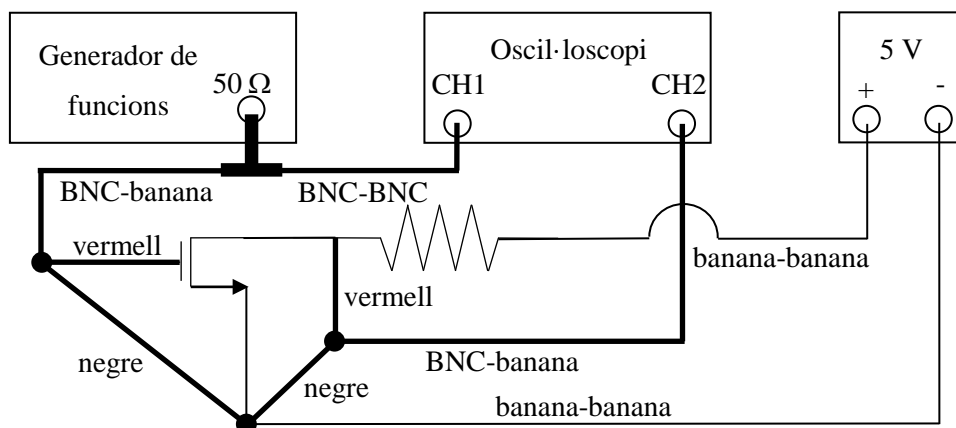

Figura 14
3. Munteu el circuit de la figura 14 en el tauler de connexions utilitzant la resistència de  $1\ \text{k}\Omega$  i el NMOS del circuit integrat. Connecteu la font de tensió contínua que està a  $5\ \text{V}$  a la font del NMOS (born negatiu) i la resistència (born positiu) amb dos cables banana-banana. Connecteu el generador de funcions a la porta i la font, utilitzant un cable BNC-banana, endollant la part BNC a l'altra pota de la T, la banana vermella a la porta i la negra a la font del NMOS. La sortida es visualitzarà al **canal II** de l'oscil·loscopi. Per això utilitzareu un altre cable BNC-banana amb la part BNC endollada al canal II, la banana negra a la font i la vermella al drenador. Activeu el **mode DC del canal II**. Poseu els coeficients de deflexió dels dos canals a **1 V/div**. Observeu que si premeu el botó **DUAL** de l'oscil·loscopi, i moveu el control Y-POS. II (POSITION 2), apareix el senyal de sortida invertit respecte el de l'entrada.